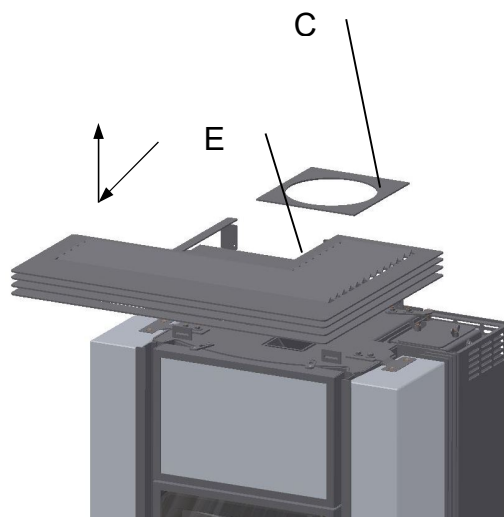

Abb. 9
2. Das Rauchrohr an den Schornstein muss für diese Arbeiten nicht unbedingt entfernt werden. Um das Rauchrohr allerdings nicht unnötig zu verkratzen, wickeln Sie im Bereich des Einlegers (Abb.9C) ein Papierstück oder Ähnliches (ca. 30x60 cm) um das Rauchrohr. Einlegedeckel (Abb. 9C) vorsichtig nach oben schieben. Kompletten Lamellendeckel nach vorne schieben und abheben (Abb. 9).